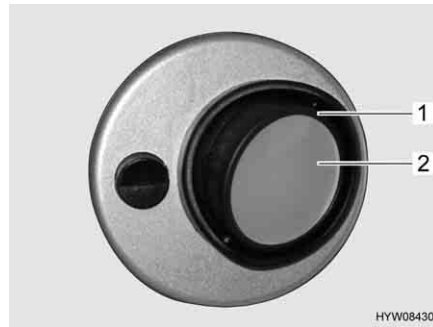

Fig. 115 Luce di lettura in basso
- Servendosi di un attrezzo idoneo, sfilare la ghiera (Fig. 115,1) dall'involucro.
- Rimuovere la lampada alogena ad incandescenza (Fig. 115,2).